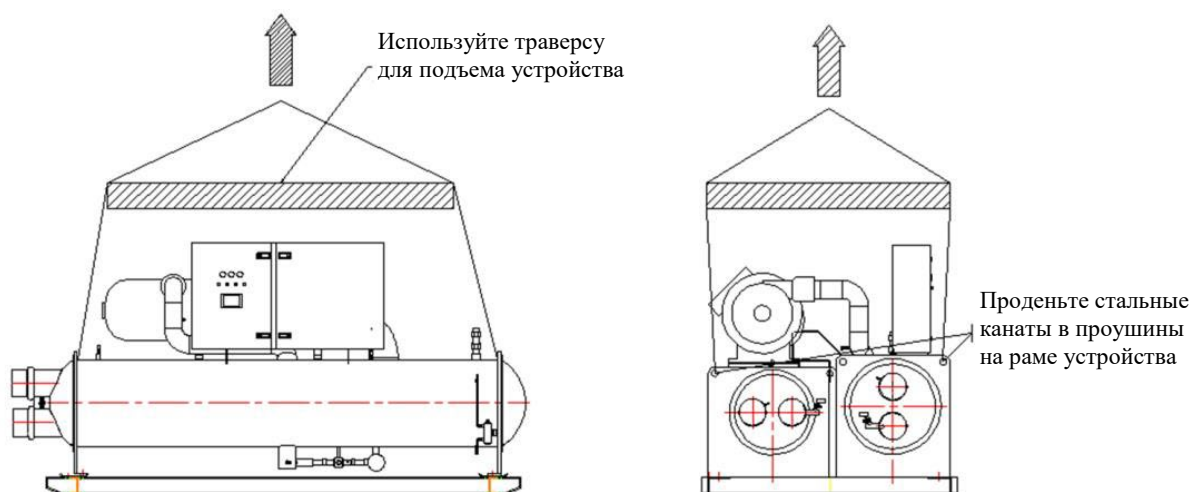

Рис. 1. Схема подъема 1-компрессорного чиллера
**Подъем устройства** Перед подъемом чиллера в его проушинах необходимо закрепить стальные тросы или цепи. Подъем оборудования производится в соответствии с указаниями, приведенными на схемах подъема (см. рис. 1 и 2). При подъеме оборудования следует принять меры по защите шкафа автоматики и иных компонентов от возможных повреждений. Подъем оборудования производится с помощью траверсы.